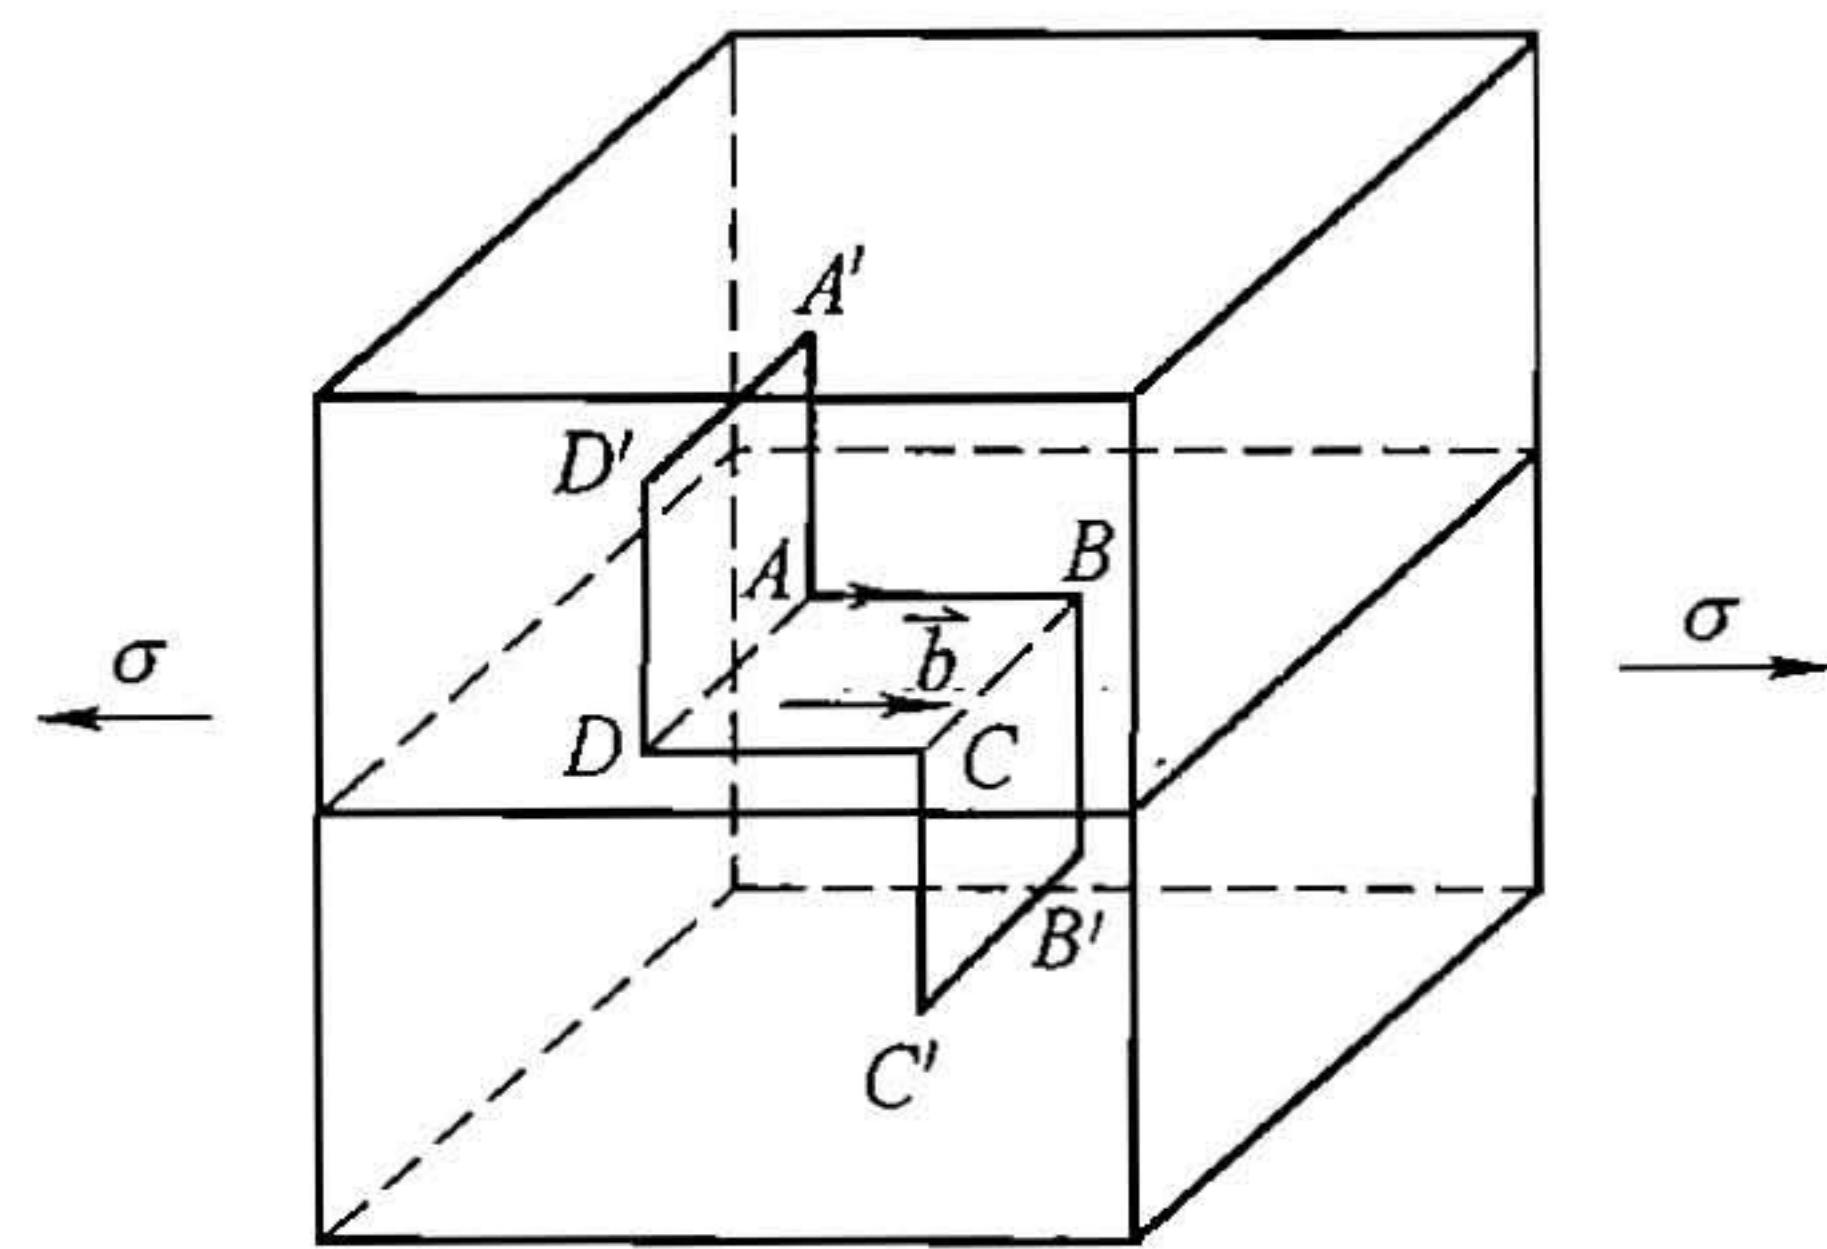

图 26-6 第三题第 2 小题解答图
(3) 在足够大的拉应力 σ 作用下, BC 段位错将向下运动, DA 段位错向上运动; 由于螺位错不能攀移, 因此 AB 、 CD 两段位错不发生运动。如图 26-6 所示。